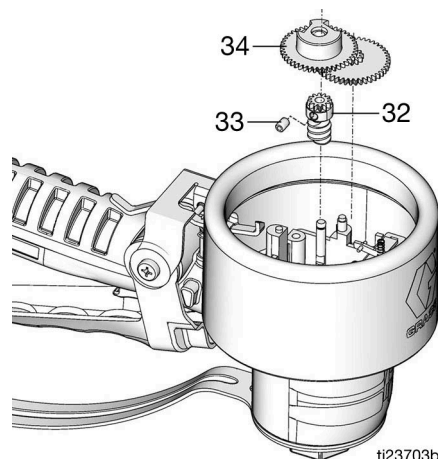

FIG. 32
- Installare gli ingranaggi (32, 34). Utilizzare una chiave esagonale da 2 mm per serrare la vite di fissaggio degli ingranaggi (33) (FIG. 32).